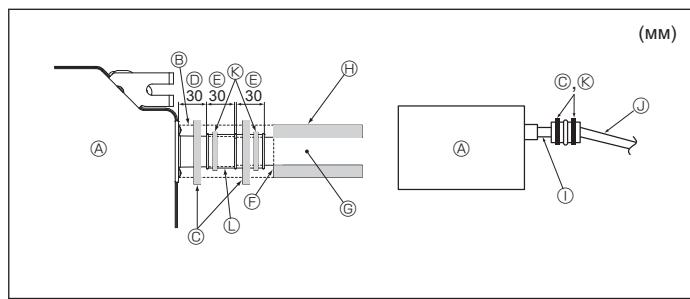

Fig. 3-2
- Подсоедините дренажное гнездо (в комплекте поставки) к дренажному отверстию. (Fig. 3-2)